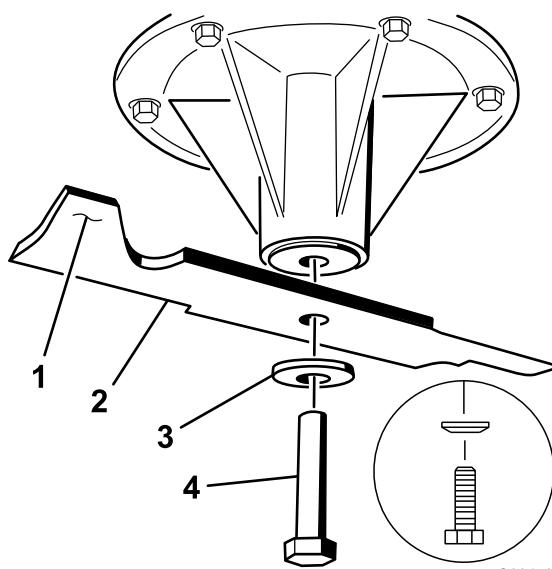

Figura 108
1. Instale la cuchilla en el eje (Figura 108).
2. Instale la arandela de muelle y el perno de la cuchilla (Figura 108).